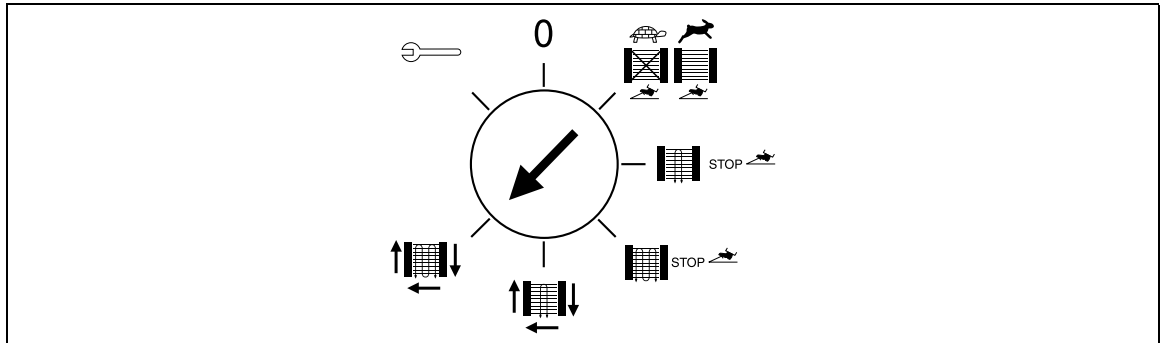

Abb. 7-21 Stellung Programmwahlschalter
- Der Programmwahlschalter befindet sich in Stellung „Arbeitsmodus“ (Abb. 7-21).